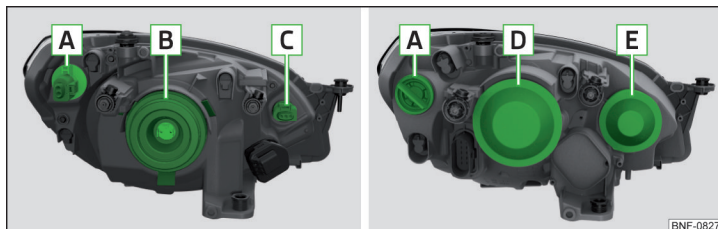

Fig. 171 Forlygter: Type 1 / Type 2
Placering af pærer » Fig. 171
- Drej fatningen med pæren **C** » Fig. 171 på side 145 helt i pilens retning **1** » Fig. 173.
- Tag beskyttelseskappen **D** eller **E** » Fig. 171 på side 145 af.
- Sæt beskyttelseskappen **D** eller **E** » Fig. 171 på side 145 på.